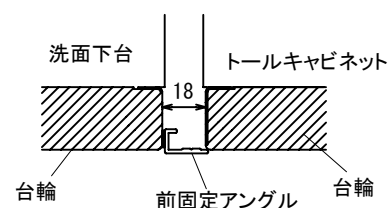

図10-9
③洗面下台とトールキャビネットの間にエンドパネルを取付けた場合は、トールキャビネット用台輪に付属の前固定アングルを取付けてください。(図10-9)